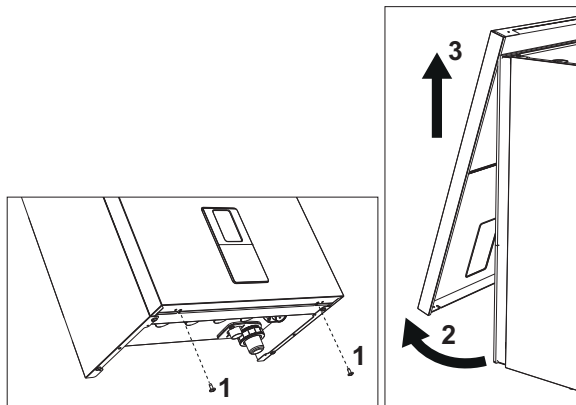

fig. 55- Apertura del panel frontal
1. Desenrosque los tornillos "1" (véase fig. 55).